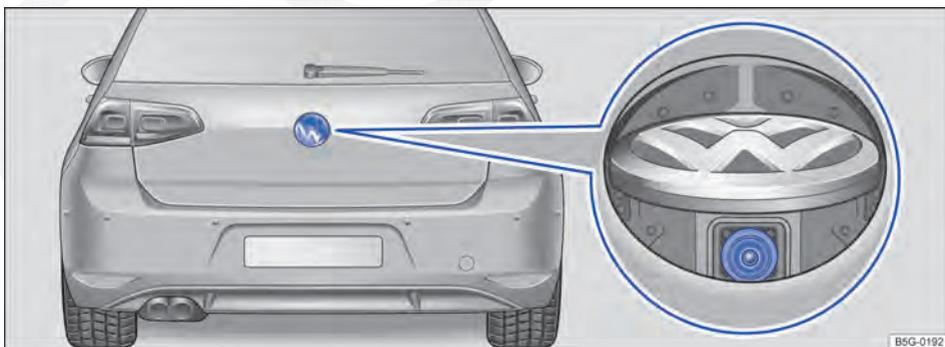

Fig. 139 Na tampa traseira: local de instalação da câmera de marcha a ré.
Uma câmera na tampa traseira ⇒ Fig. 139 auxilia o condutor ao estacionar em marcha a ré ou manobrar. A imagem da câmera é exibida junto com as guias de orientação projetadas pelo sistema no display do sistema Infotainment instalado de fábrica.
- ✓ Uma imagem confiável e clara, por exemplo, condições de visibilidade boas e lentes limpas ⇒ Fig. 139.
A câmera de marcha a ré ⇒ Fig. 139 (lupa) somente fornece imagens bidimensionais. As reentrâncias, bem como objetos salientes no solo ou peças
Manter a lente da câmera ⇒ Fig. 139 (lupa) limpa, sem neve e sem gelo: